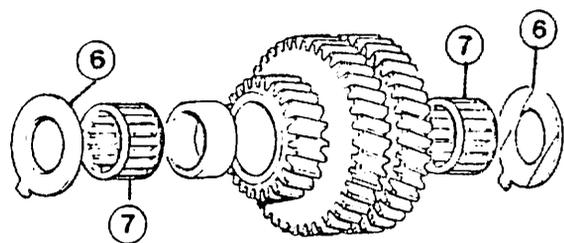

Fig. 3D.3-75
Compruebe el juego axial del engranaje, debiendo quedar este dentro de la medida estipulada. Si el juego aedio no estuviese dentro de la tolerancia indicada, sustituya las arandelas axiales (6) (Fig. 3D.3-75).